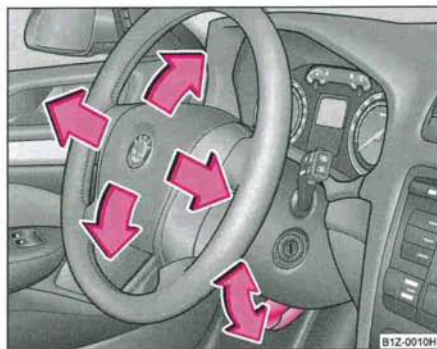

Fig. 126 Volant réglable: Manette sous la colonne de direction
- Tirez vers le bas la manette sous la colonne de direction ⇒ fig. 126 ⇒ ⚠.